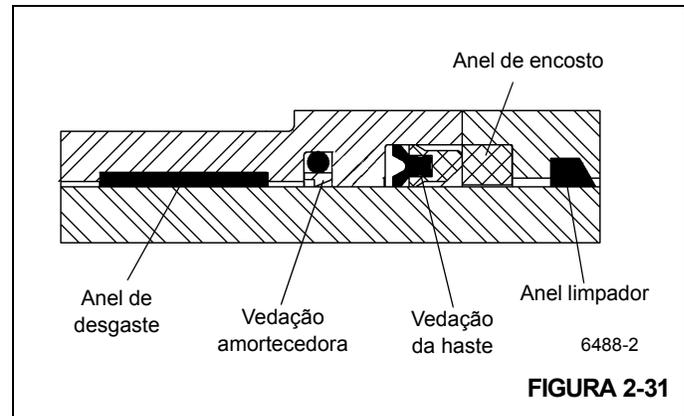

FIGURA 2-31
3. Instale os anéis de desgaste na cabeça (Figura 2-31).
4. Instale a vedação amortecedora, a vedação da haste e o anel de encosto na parte interna da cabeça, assegurando que as vedações sejam montadas corretamente e instaladas na direção correta (Figura 2-31).